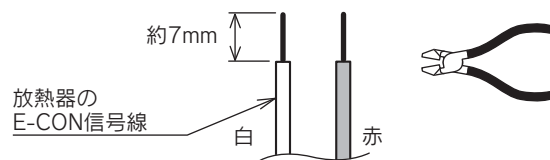

図3
5. 接続する放熱器のE-CON 信号線を機器右側面の配線取出口から機器内に通し、先端の被覆を約7mm皮むきます。(図3)